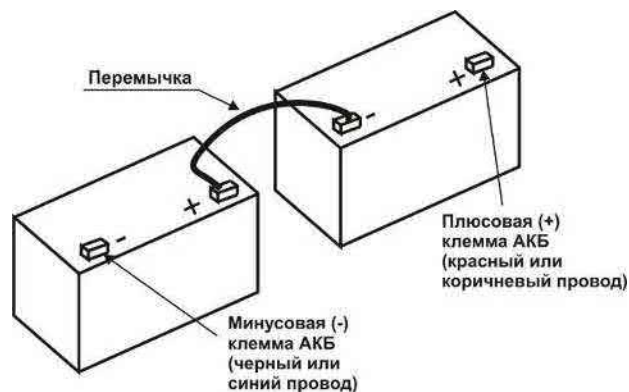

Рис.7 Соединение двух 12В АКБ.
- 2) Установите входящую в комплект поставки перемычку как показано на Рис.7.